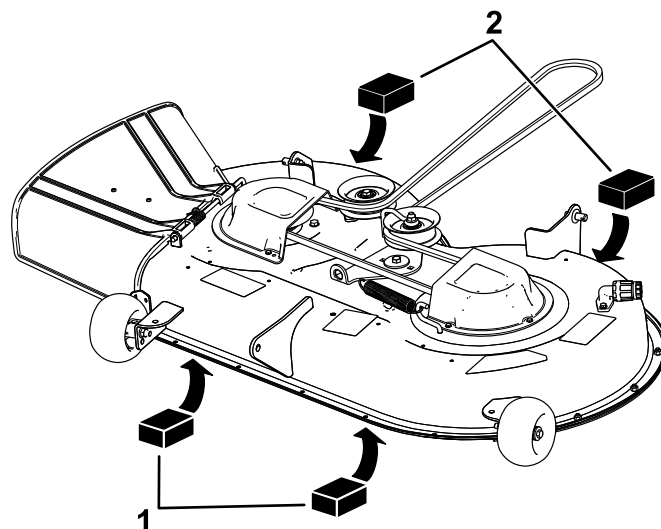

Figura 60
4. Coloque dos bloques de 6.6 cm (2⁵/₈" de grosor debajo de cada lado del borde delantero de la carcasa, pero no debajo de los soportes de los rodillos protectores del césped (Figura 60).
5. Coloque dos bloques de 7.3 cm (2⁷/₈" de grosor debajo del borde trasero del faldón de la carcasa de corte, uno en cada lado de la carcasa de corte (Figura 60).